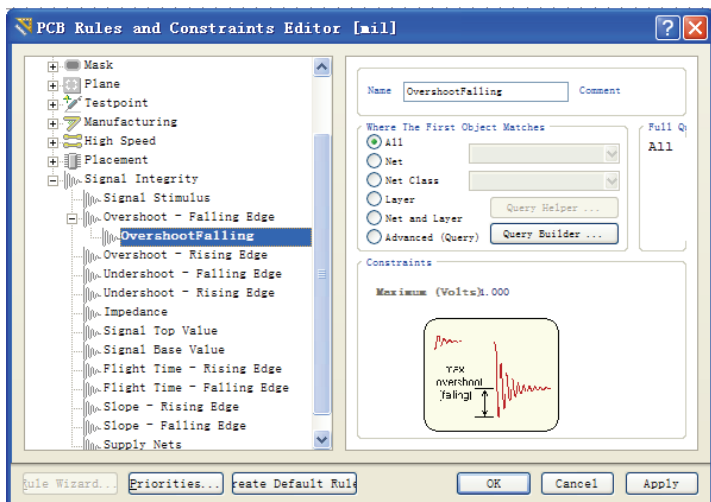

图 12-36 信号下降沿过冲的分析规则参数设置对话框
(1) 在 PCB 编辑环境中，执行菜单命令【Design】→【Rule】，弹出 PCB 规则和约束编辑器。
(2) 选择其中的“Signal Integrity”选项，新建一个信号下降沿过冲(Overshoot-Falling Edge)的分析规则，具体参数设置对话框如图 12-36 所示。
(3) 在相应栏中输入数字，单击  按钮，完成设置。